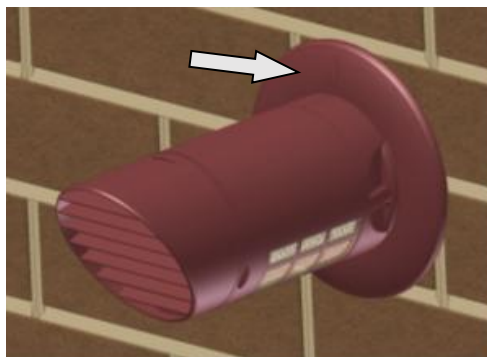

Figura 21
15. Rifinire la parete esterna con la ghiera di copertura (Figura 21) fissandola al muro con un sigillante idoneo al tipo di supporto.